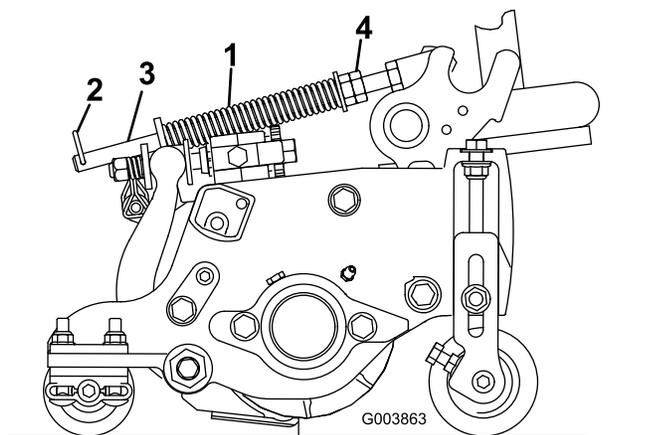

图 51
草坪补偿弹簧 图 51 可将重量从前滚筒转移至后滚筒。这有助于减少草坪的波动图形也称为波浪形或摆动形。
1. 确保发卡销安装在弹簧杆的后孔内 图 51。
2. 拧紧弹簧杆前端的六角螺母直至压缩后的弹簧长度为 159mm 请参阅 图 51。